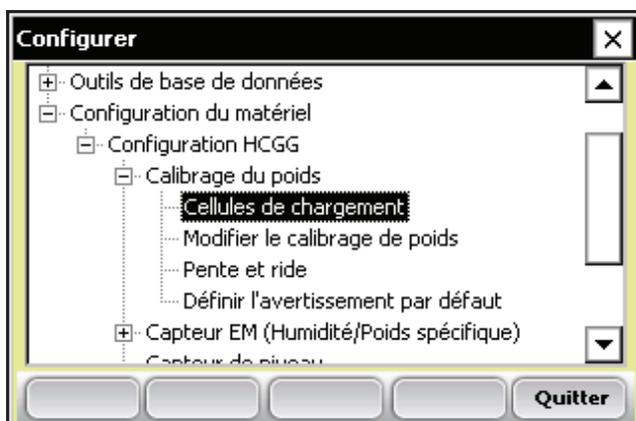

Figure 3-2 : L'option Cellules de chargement du menu Configurer est sélectionnée
5. Sélectionnez **Cellules de chargement** comme sur la Figure 3-2. Suivez les instructions à l'écran.